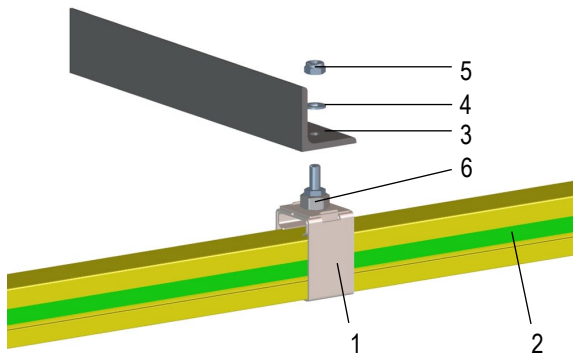

Abb. 21: ProfiDAT®-Profil an Haltekonstruktion montieren
- Fixpunkt (3) mit zwei Schrauben (5) am Schienenverbinder PE montieren.
- Schienenhalter mit Profil an der Haltekonstruktion montieren (siehe Kapitel 6.4.2, Abb. 21).